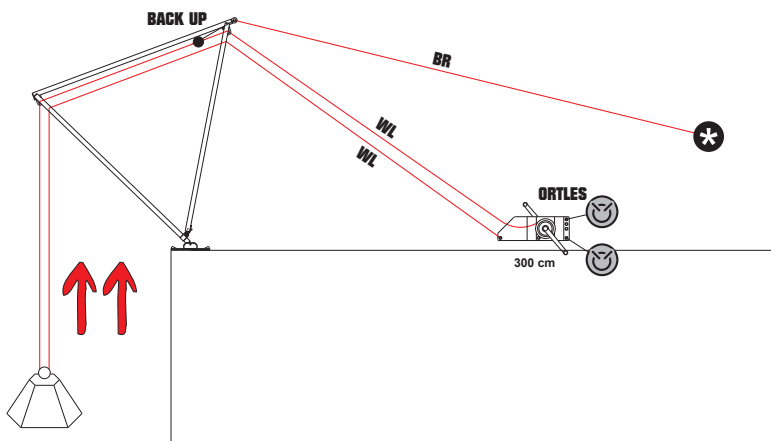
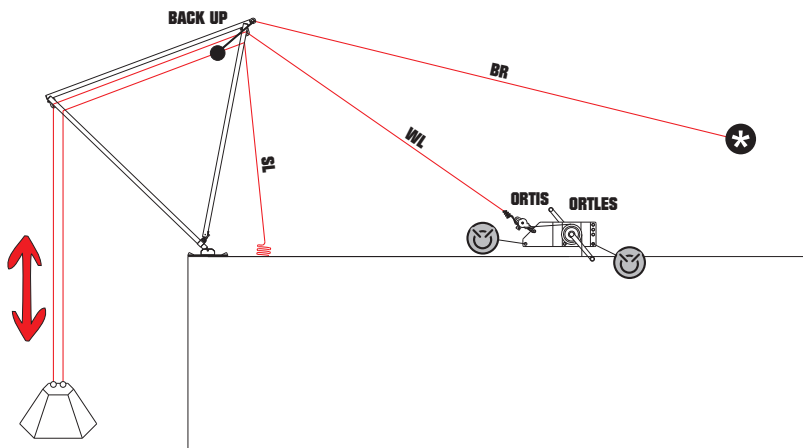

fig. 15
fig. 16
- nedfiring och uppstigning med enkelrep (fig. 15) och dubbelrep (fig. 16),